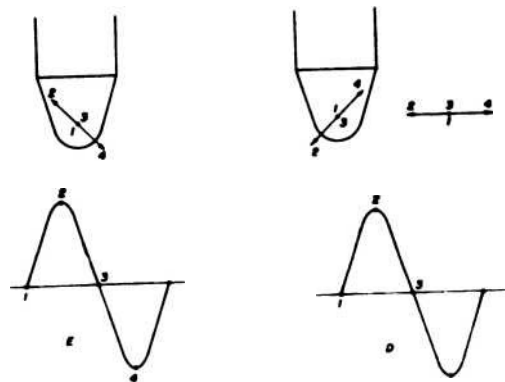

Fig. 10
a) Começemos pelo caso mais simples e suponhamos que os dois canais recebam duas informações idênticas (fase e amplitude idênticas). Os movimentos do estilete gravador e da agulha reprodutora tomarão então a forma de uma vibração lateral, (fig. 10).